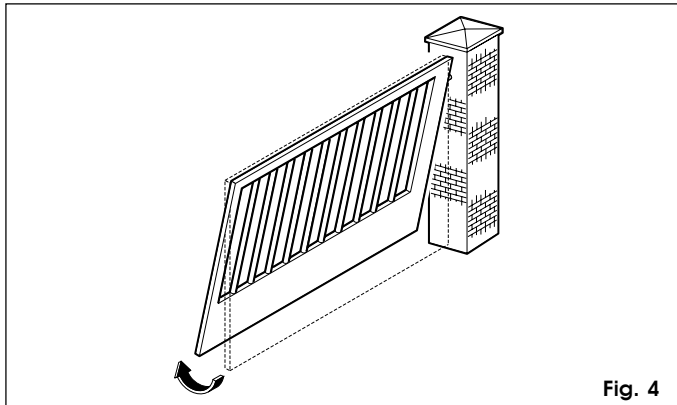

Fig. 4
- girar la hoja por el eje de la bisagra superior (fig. 4).